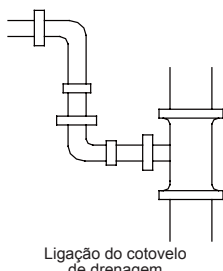

Fig. 25
- No.2: Prenda o cotovelo de drenagem, como mostrado na Fig. 25.